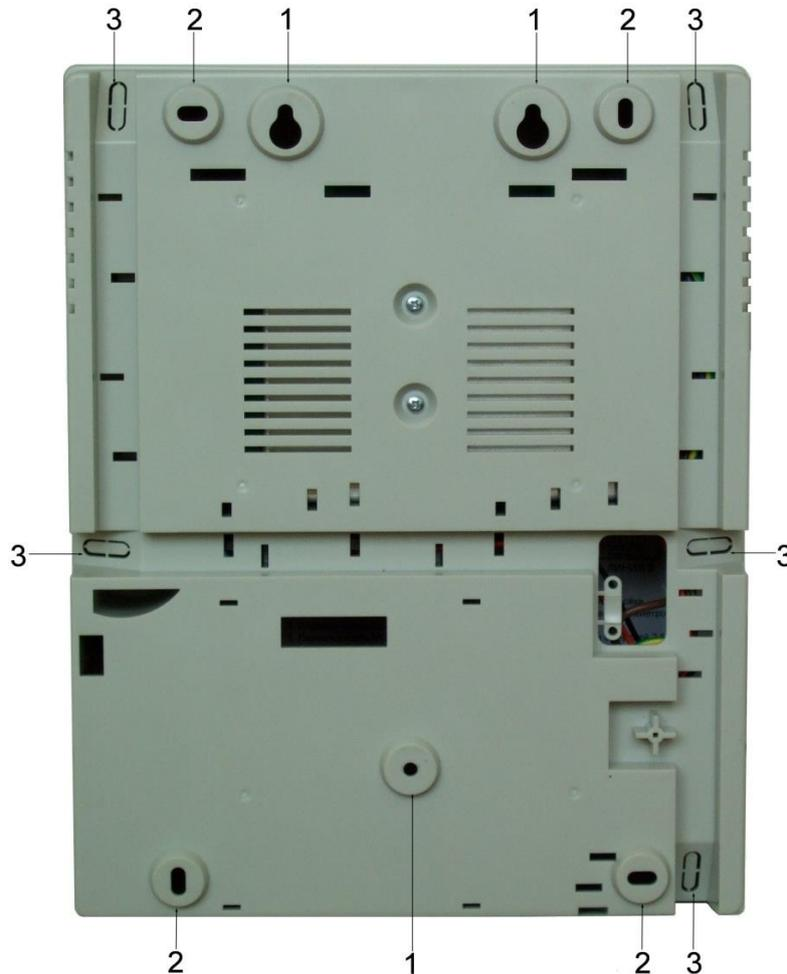

Рисунок 3. Монтажные отверстия
При этом используются отверстия (1) (рисунок 3). Корпус монтируется на саморезы и дюбели, установленные на одной горизонтали на расстоянии 80 мм. После этого корпус закрепляется через нижнее отверстие, которое находится за аккумулятором резервного питания.